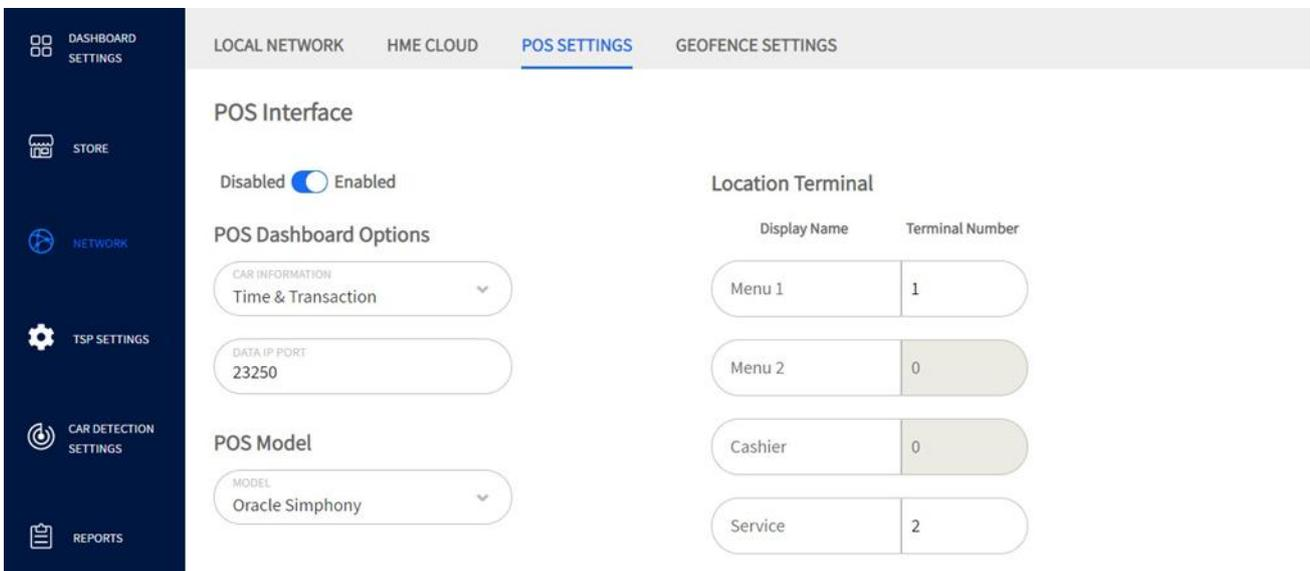

Abb. 5.4
**Beispiel:** Es ist ein ACTIVATION CODE erforderlich, um diese Funktion zu aktivieren. Rufen Sie die Nummer des technischen Kundendienstes an, die auf dieser Bildschirmseite angegeben ist, und nennen Sie den angezeigten FEATURE CODE, um Ihren Aktivierungscode zu erhalten. Geben Sie diesen Aktivierungscode ein und klicken Sie auf die Schaltfläche **Activate**. Es erscheint ein Bildschirm wie in Abb. 5.4 dargestellt.